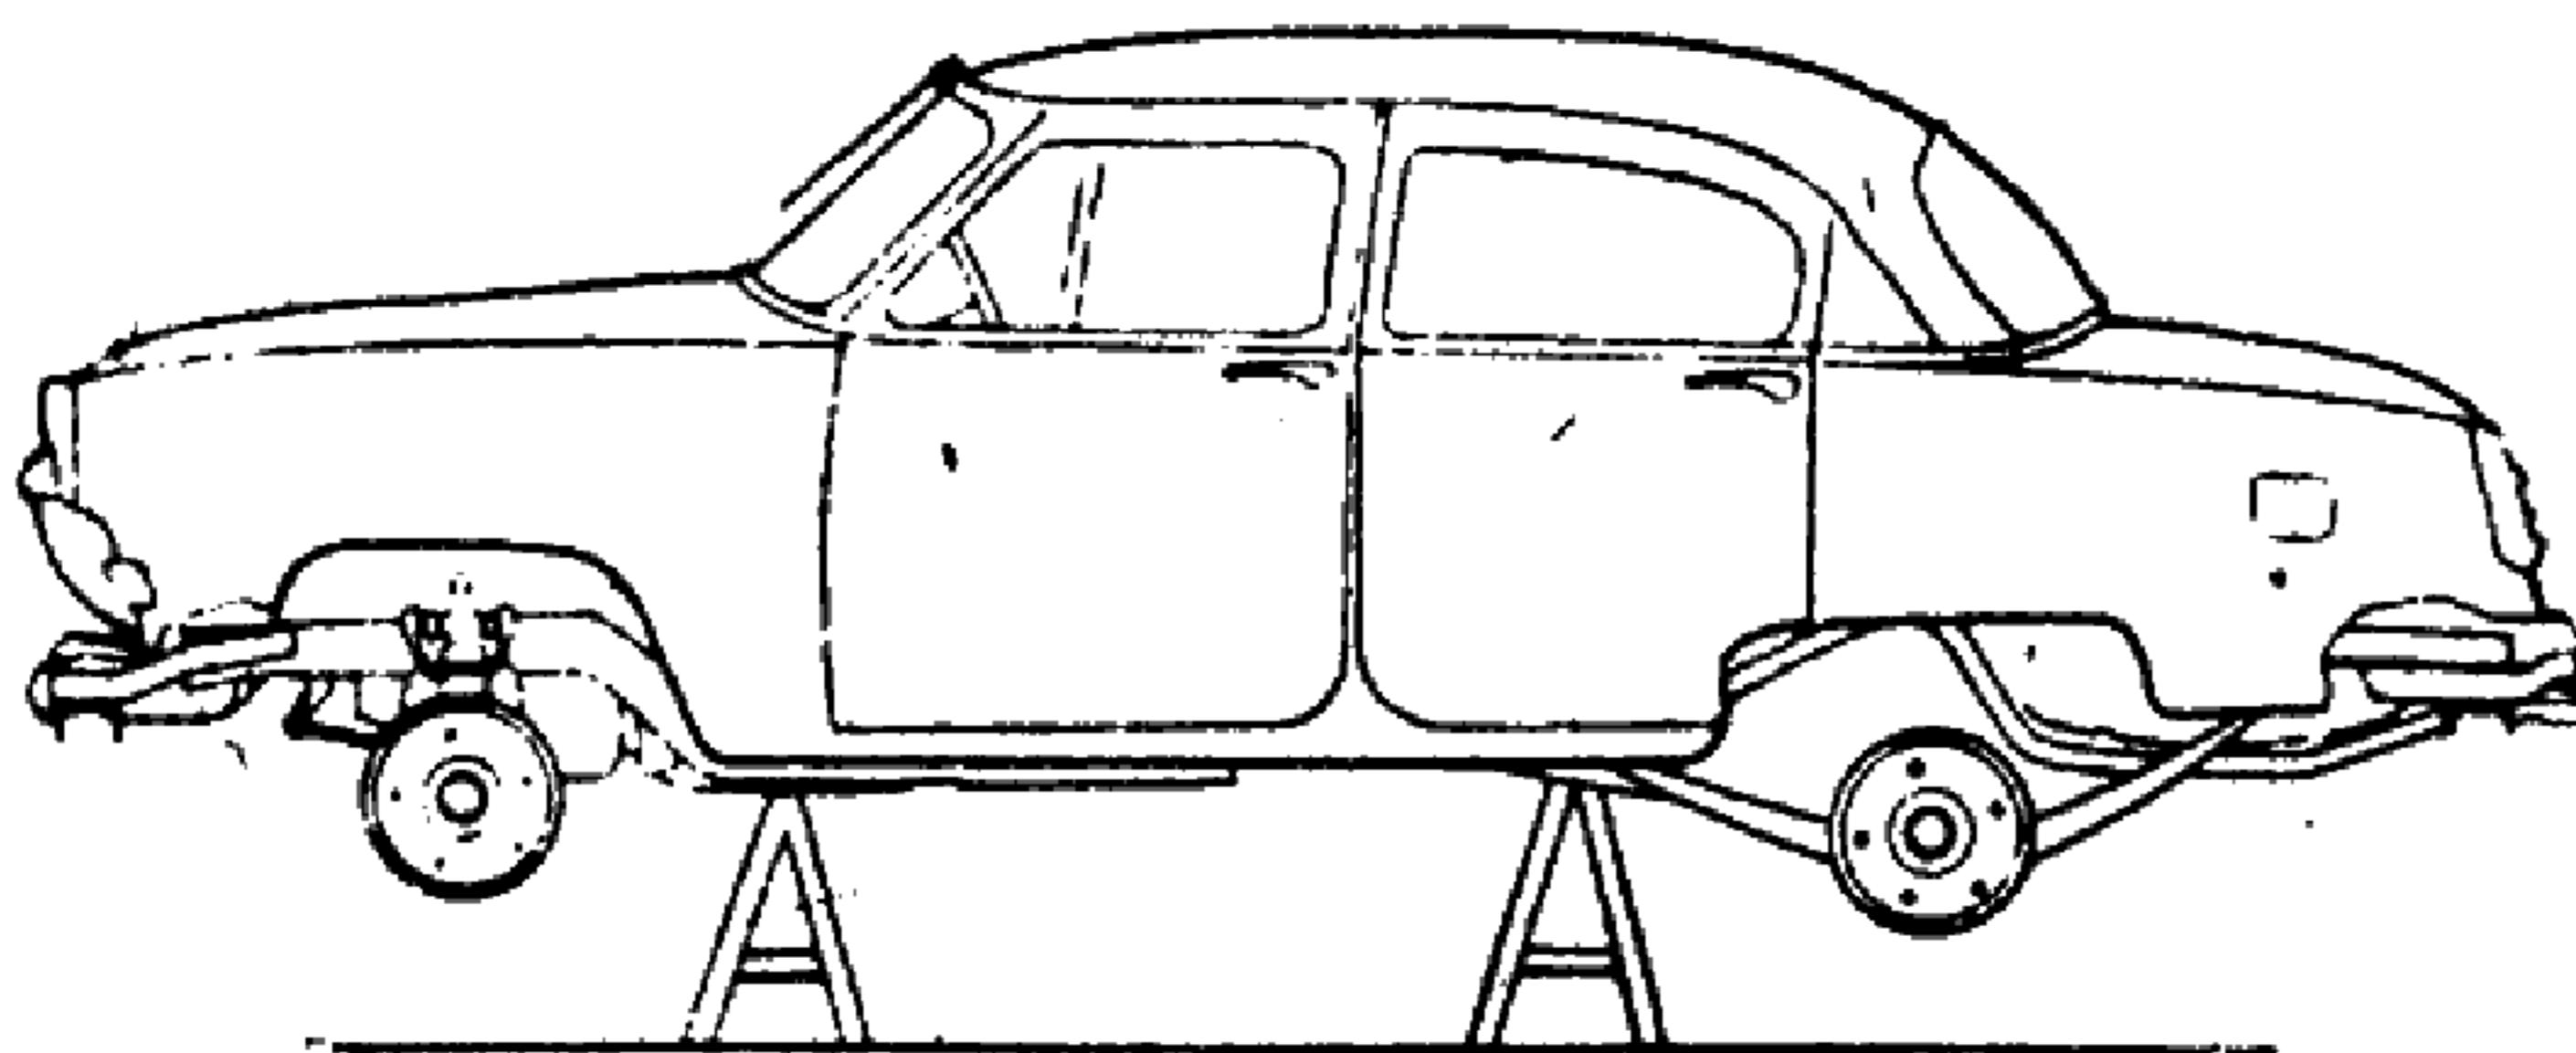

Рис. 106. Установка автомобиля на казлы.
7. Поставьте автомобиль на козлы под лонжероны кузова так, чтобы колеса были подняты над полом гаража на 5 см (рис. 106).